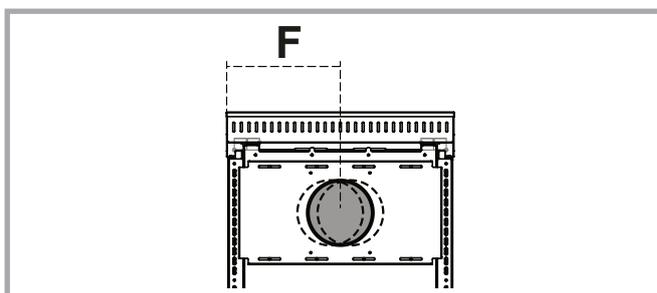

Abb. 12b - Rückansicht des Holzherdes und Darstellung der min. und max. Verschiebung des Rauchausgangs auf der Rückseite mit der zusätzlichen Anschlussplatte.
Bei allen Modellen ohne Backofen kann der Rauchausgang von rechts nach links und umgekehrt geändert werden. Außerdem ist es möglich, die horizontale und vertikale Position zu verstellen, um sich bestmöglich der Installation des Anschlussstutzens an den Rauchabzug anzupassen. Für die horizontale Regulierung müssen die 8 Schrauben der Anschlussplatte gelockert werden und sobald sich diese an der richtigen Position befindet, wieder angezogen werden. Zur Änderung der Rauchausgangsposition von rechts nach links genügt es, die Anschlussplatte abzunehmen, komplett zu drehen und wieder zu befestigen. Auf Anfrage kann Rizzoli eine zusätzliche Anschlussplatte mit Rauchausgang in den mittleren Positionen liefern (siehe Abb. 12b). Für die horizontale und waagrechte Regulierung stehen des Weiteren, dank im Lieferumfang enthaltenden Anschlussstutzen mit Bajonettverschluss, jeweils 1 cm Toleranz zur Verfügung (siehe Kapitel 2.11). In den folgenden Tabellen sind für jedes Modell die Mindest- und Maximalmaße in mm angegeben. Diese beziehen sich auf die Rauchausgangs-Mitte bis zur Außenseite. Auf Anfrage ist es möglich, eine zusätzliche Anschlussplatte für den Rauchausgang in den mittleren Positionen zu bestellen. Bei Bestellung dieser Platte muss die Rauchausgangs-Mitte (X) angegeben werden. Diese Anschlussplatte ermöglicht horizontal einen Spielraum von +/- 20 mm.